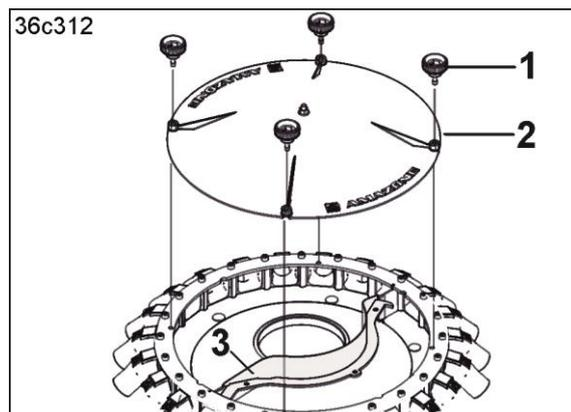

Fig. 305
- 1.1 Rändelschrauben (Fig. 305/1) lösen und den Deckel (Fig. 305/2) vom Verteilerkopf abnehmen.
2. Den Einsatz (Fig. 305/3) im Verteilerkopf so montieren, dass die Ausgänge zu den Scharen einer Maschinenhälfte verschlossen sind.